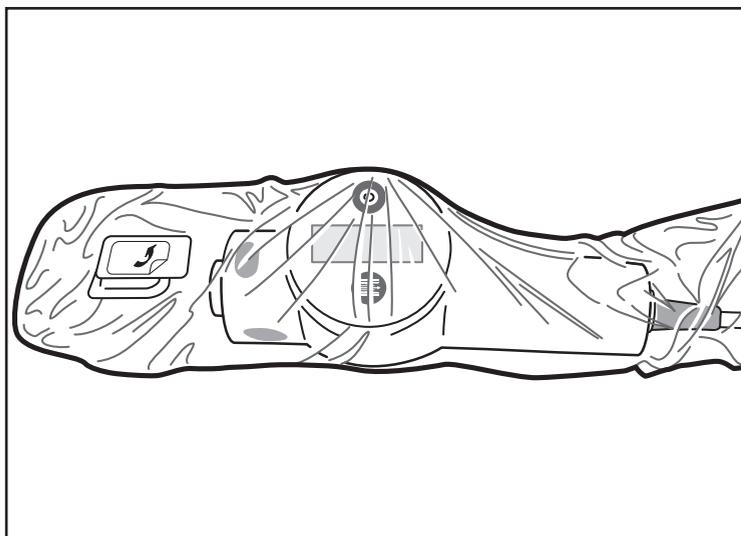

Figure 6. Poche mise en place
7. Pour placer la poche en position, arrêter l'avancement de la MDU5 PLUS™ dans la poche dès qu'un bon ajustement est obtenu. Il n'est pas nécessaire que l'opérateur du champ stérile avance la MDU5 PLUS complètement jusqu'à la plaque frontale de la poche. Un espace entre le nez de la MDU5 PLUS et la plaque frontale de la poche est normal (figure 6).